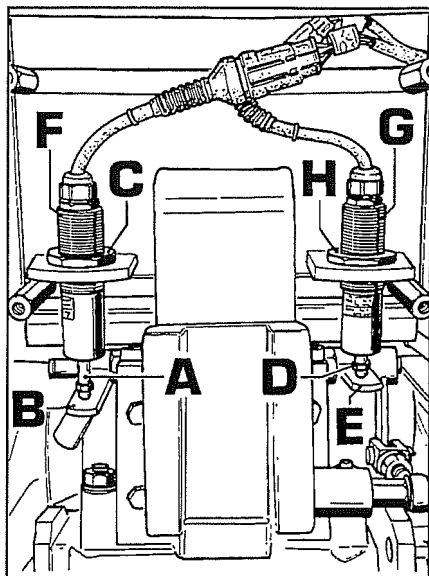

Fig. 50
### 1. Regulação sensor posição controlada F (fig.50):
### 2. Regulação do sensor esforço controlado G (fig.50):
- Para controlar a regulação do sensor **F** fig.50 comando da posição é necessário acender a máquina, baixar o levantador deixando a alavanca de comando levanta/baixa na posição inferior.